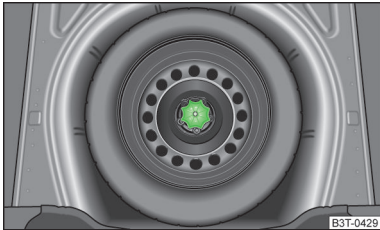

Abb. 133
Das Reserve- bzw. Notrad befindet sich in einer Mulde unter dem Bodenbelag im Gepäckraum und ist mit einer Spezialmutter befestigt » Abb. 133.
- Die Mutter » Abb. 133 entgegen dem Uhrzeigersinn herausschrauben.
- Die Mutter » Abb. 133 im Uhrzeigersinn einschrauben, bis das Rad sicher befestigt ist.